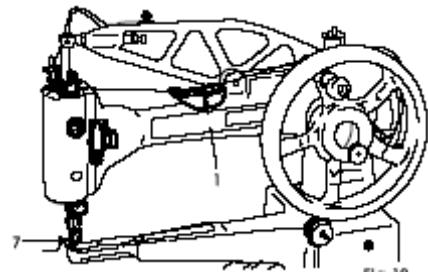

Рис. 18
- Поместите катушку ниток на катушечный стержень так, чтобы нить вытягивалась с тыльной стороны катушки. См. Рис. 18.